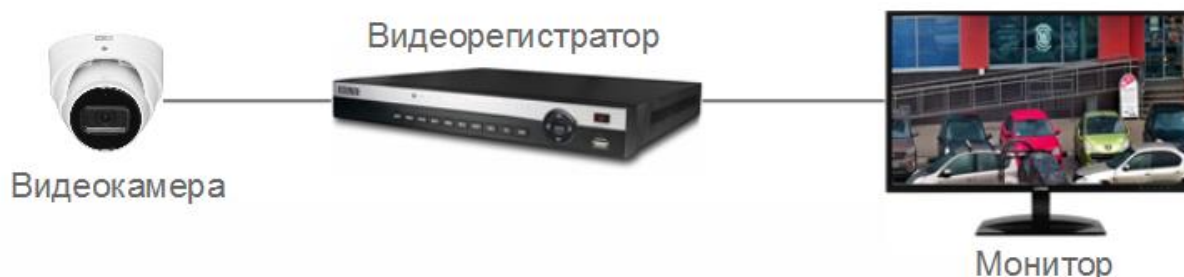

Рисунок 6.2 – Схема подключения видеокamеры
2. Используя коаксиальный кабель, подключите видеокamеру к видеорегистратору. Базовая схема подключения представлена ниже (Рисунок 6.2). Неверное соединение может привести к повреждению и/или неправильному функционированию оборудования.